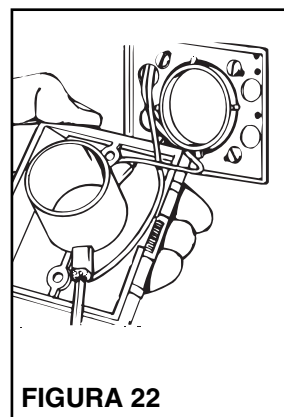

FIGURA 22
2. Véase la Figura 22. Conecte alambre de bajo voltaje de 2 conductores a los tornillos terminales en la parte trasera del enchufe de pared.